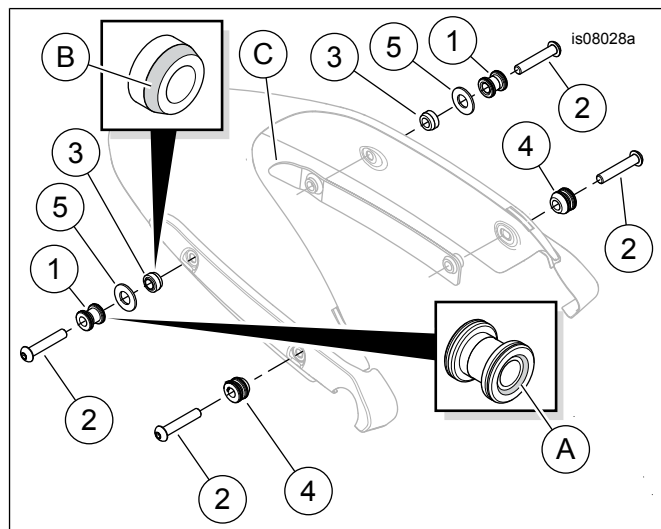

Figura 3. Piezas de servicio, kit de elementos de sujeción de acoplamiento
Vea Figura 3 y Tabla 1 .
1. Vea Figura 3. Extraiga y deseche el último tornillo **trasero** del soporte del guardabarros.
2. Obtenga un punto de acoplamiento ancho (1), el tornillo (2) y el espaciador del punto de acoplamiento (3) del kit.
3. Instale el punto de acoplamiento, el extremo embutido (A) por último, como se muestra, en la rosca del tornillo. Instale el espaciador del punto de acoplamiento, el extremo ahusado (B) por último, en la rosca.
4. Instale el tornillo a través del soporte del guardabarros y dentro del espaciador de montaje del guardabarros (C). Apriete con los dedos.
6. Obtenga un punto de acoplamiento angosto (4) y el tornillo (2) del kit.
9. Instale el tornillo a través del soporte del guardabarros y dentro del espaciador de montaje del guardabarros (C). Apriete a 54,2 N·m (40 ft-lbs).
- b. Vea Figura 3. Extraiga el tornillo armado (2), el punto de acoplamiento ancho (1) y el espaciador del punto de acoplamiento (3) de la posición del punto trasero de acoplamiento en ambos lados.
- Vea Figura 3. Extraiga el tornillo armado (2), el punto de acoplamiento ancho (1) y el espaciador del punto de acoplamiento (3) de la posición del punto trasero de acoplamiento en ambos lados.
- Gire los puntos de acoplamiento 180 grados. Instale los puntos de acoplamiento, el extremo embudo (A) **primero**, sobre las roscas de los tornillos.
- Obtenga dos arandelas del espaciador (5) del kit. Instale una arandela espaciadora en la rosca de cada tornillo.
- Instale los espaciadores de los puntos de acoplamiento en las roscas, el extremo ahusado (B) por último.
- Instale los tornillos a través de los soportes del guardabarros, el guardabarros y dentro de los espaciadores de montaje del guardabarros (C). Apriete los tornillos a 54,2 N·m (40 ft-lbs).